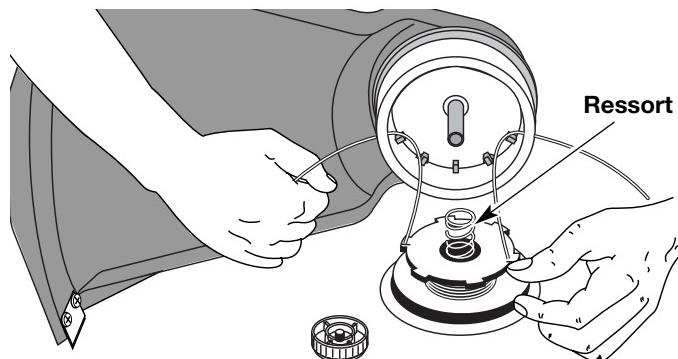

Fig. 18
11. Insérez les extrémités du fil dans les œillets de la bobine extérieure et placez le moulinet et le ressort dans la bobine (Fig. 18). Enforcez le moulinet et la bobine ensemble. Tout en tenant le moulinet et la bobine, saisissez les extrémités et tirez fermement pour dégager le fil des fentes de retenue de la bobine.
- Insérez les extrémités du fil dans les œillets de la bobine extérieure (Fig. 18).